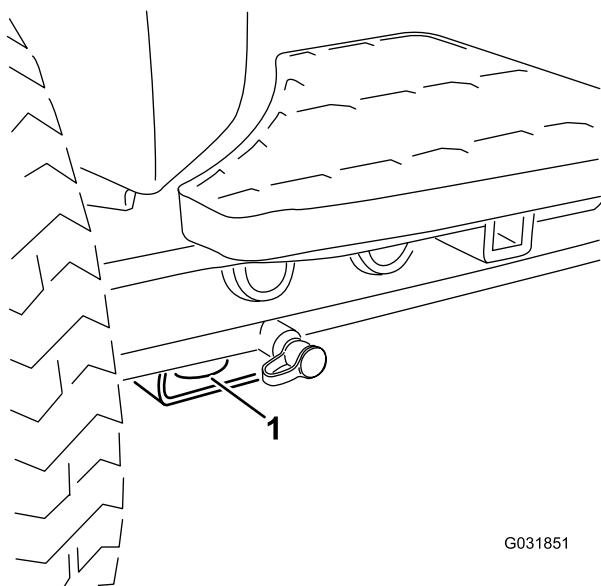

Figure 97
- **Avant de la machine** – trou du patin rectangulaire, sous le tube d'essieu, à l'intérieur de chaque roue avant (Figure 97).